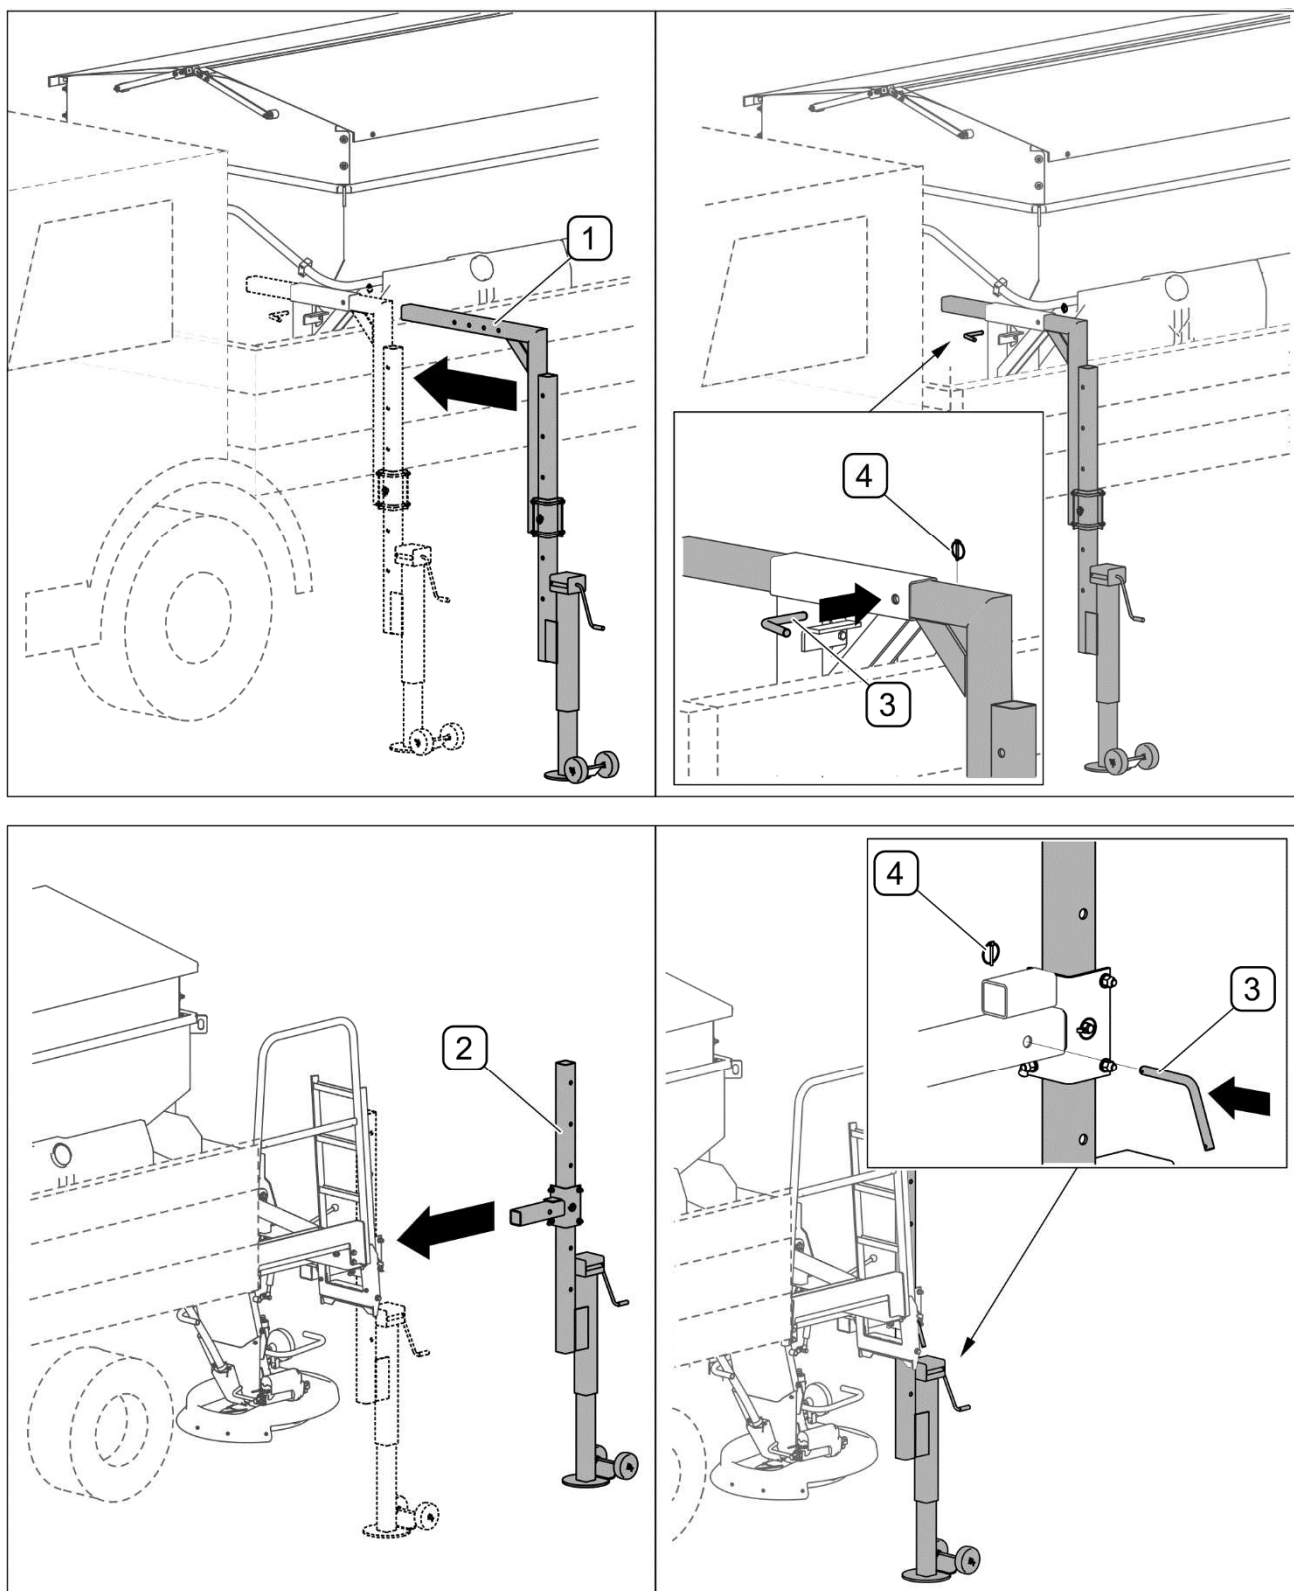

РИСУНОК 4.35 Монтаж стояночных опор
- Установить передние (1) и задние (2) стояночные опоры (РИСУНОК 4.35) и заблокировать шплинтами (3) и чеками (4).